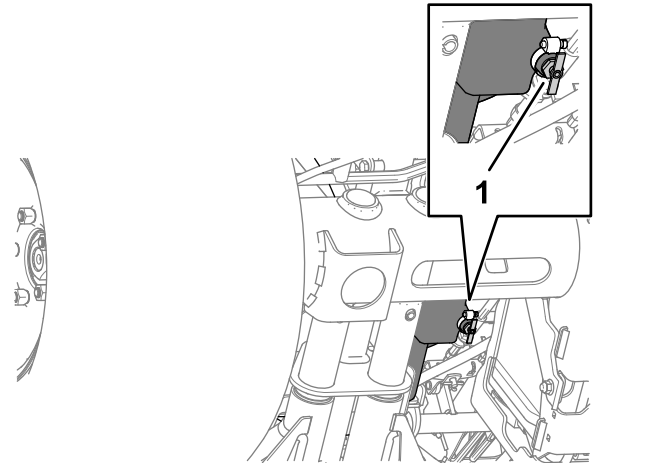

Bild 89
- Stellen Sie eine Auffangwanne unter das Ablassventil des Kraftstofftanks (Bild 89).